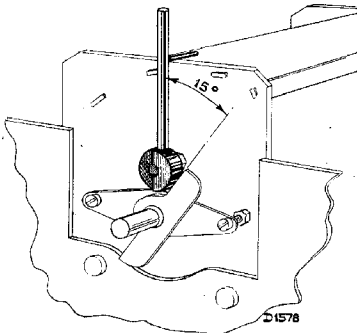

Fig. 3
3. Een 15° mal (fig. 3).
Apparaat op M.G.-bereik schakelen. 15° mal op condensator plaatsen, zie fig. 3 en condensator hier tegenaan stellen.